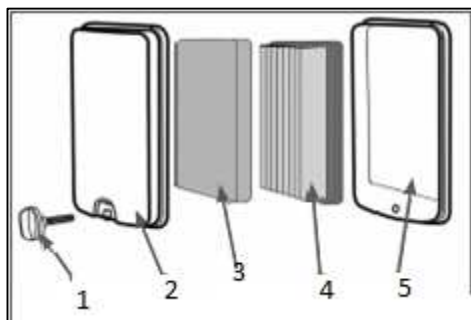

Рис. 20 Обслуживание воздушного фильтра T-50
Открутите болт 1 и снимите крышку 2 воздушного фильтра (Рис. 20)
Извлеките предварительный поролоновый 3 и основной бумажный 4 фильтрующие элементы (Рис. 20).
7. При незначительном загрязнении промойте предварительный поролоновый фильтрующий элемент 3 (Рис. 20) теплым мыльным раствором и просушите. Поврежденный или сильно загрязненный поролоновый фильтрующий элемент замените.
**ВНИМАНИЕ!** Бумажный фильтрующий элемент 4 (Рис. 20) не подлежит очистке, необходима его замена. Не продувайте основной бумажный фильтрующий элемент сжатым воздухом, не промывайте его в бензине и других растворителях. Эксплуатация двигателя с грязными или поврежденными фильтрующими элементами, или без фильтрующих элементов приведет к попаданию грязи и пыли в карбюратор и двигатель, что в свою очередь, станет причиной его быстрого износа. Двигатель в этом случае не подлежит ремонту по гарантии.
8. Произведите очистку крышки 2 и корпуса 5 воздушного фильтра (Рис. 20). 6. Установите на место фильтрующие элементы. Установите крышку воздушного фильтра и зафиксируйте ее винтом 1 (Рис. 20).